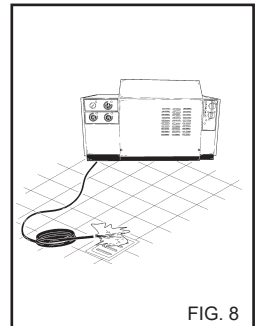

FIG. 8
**Pour éliminer les éventuelles impuretés ou bulles d'air du circuit hydraulique, effectuer la première mise en service du nettoyeur haute pression sans la lance, et laisser sortir l'eau pendant quelques secondes. Les éventuelles impuretés pourraient obstruer la buse et empêcher son fonctionnement (fig. 8).**